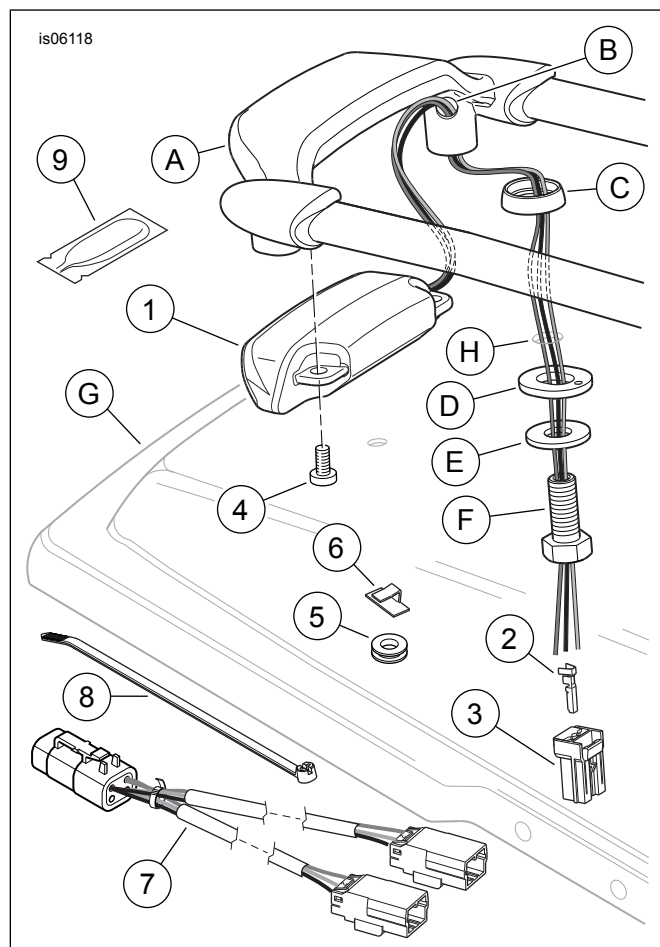

Figure 3. Pièces de rechange, kits de feu de rail de couvercle de sacoche Air Wing
Voir Figure 3 et Tableau 1.
- Pour TOUTES les installations :** Voir Figure 3. Prendre un ensemble de feu de rail de sacoche (1) du kit.
- Introduire les fils du feu par le trou (B) sur le côté du montant du rail de sacoche (A) et les faire sortir au fond du montant.
- Installer le feu sur le dessous du rail de sacoche près de la traverse avec deux vis (4) du kit. Bien serrer les vis.
- Introduire les fils du feu par le coussinet de montage de rail de sacoche arrière gauche (C) et le trou arrière gauche (H) du couvercle de sacoche (G). Monter le rail de sacoche sur le couvercle selon les instructions du kit de rail de sacoche Air Wing, en acheminant les fils par la rondelle en nylon de rail de sacoche arrière gauche (D), la rondelle plate (E) et la vis creuse à tête hexagonale (F). Serrer les deux vis à tête **Phillips** à un couple de 3,1–3,5 N·m (27–31 **in-lbs**). Serrer les vis hexagonales à tête **creuse** à un couple de 3,4–5,6 N·m (30–50 **in-lbs**).
3. Attache à support adhésif (3)
2. Voir Figure 3. Prendre six bornes femelles (2) et deux prises femelles (3) du kit. Consulter le manuel d'entretien et suivre les instructions de sertissage des bornes sur les fils de feu de rail de sacoche.